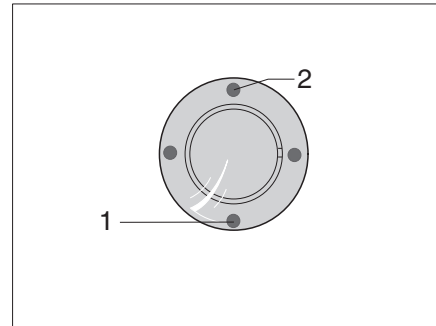
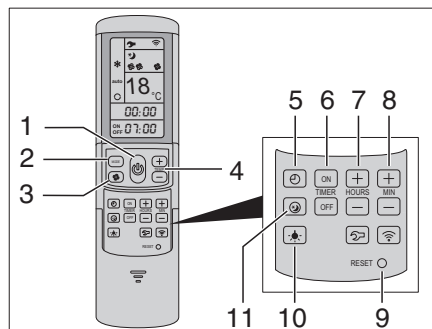

Bild 120 IR-Empfänger/Funktionsanzeige
Bild 121 Fernbedienung
Die Klimaanlage ist auf dem Dach des Fahrzeugs angebracht. Die Fernbedienung (Bild 121) für die Klimaanlage befindet sich im Küchenbereich.
- Fahrzeug an die 230-V-Versorgung anschließen. Die Klimaanlage ist betriebsbereit. Die blaue LED (Bild 120,1) leuchtet.
- Zum Einschalten die Taste (Bild 121,1) auf der Fernbedienung drücken. Die blaue LED (Bild 120,1) blinkt.
- Die gewünschte Betriebsart mit der Taste MODE (Bild 121,2) einstellen.
- Bei Bedarf mit der Taste (Bild 121,3) die gewünschte Gebläsestufe und mit den Tasten (Bild 121,4) die Raumtemperatur einstellen.
Im Kühlbetrieb: Ist die auf der Fernbedienung eingestellte Temperatur erreicht, erlischt die blaue LED (Bild 120,1), der Kompressor schaltet ab und das Umluftgebläse läuft weiter.
Im Heizbetrieb: Ist die auf der Fernbedienung eingestellte Temperatur erreicht, erlischt die gelbe LED (Bild 120,2), der Kompressor schaltet ab und das Umluftgebläse läuft weiter. Wird die eingestellte Raumtemperatur unterschritten, schaltet das Gerät automatisch wieder auf Heizbetrieb.
- Zum Ausschalten die Taste (Bild 121,1) auf der Fernbedienung erneut drücken.
- Zum Programmieren die Klimaanlage mit der Taste (Bild 121,1) auf der Fernbedienung einschalten.
- Mit der Taste (Bild 121,2) die gewünschte Betriebsart und mit den Tasten (Bild 121,4) die Raumtemperatur einstellen.
- Mit den Tasten (Bild 121,6) die gewünschte Funktion auswählen:
- Mit den Tasten (Bild 121,7 und 8) die gewünschte Schaltzeit wählen (15 Minuten bis 24 Stunden).
- Einstellung mit den Tasten "ON" oder "OFF" (Bild 121,6) bestätigen.